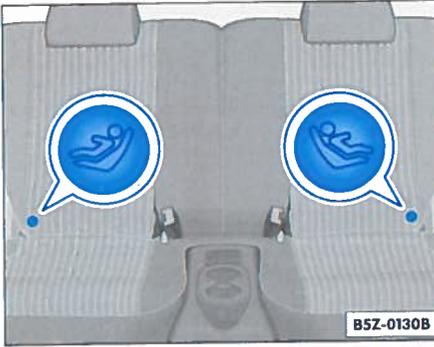

Abb. 23 Markierungen zur Lage der Halteösen für ISOFIX-Kindersitze an der Rücksitzbank
Geeignet für Babys und Kleinkinder mit einem Gewicht zwischen 9 - 18 kg sind am besten Kindersitze mit „ISOFIX“-System ⇒ Seite 40, Abb. 23 oder Kindersitze, bei denen das Kind mit dem Rücken zur Fahrtrichtung sitzt.
– Die zur Befestigung des Kindersitzes verwendeten Verankerungsbügel Typ „ISOFIX“ können mit Hilfe der Markierungen am Hintersitz lokalisiert werden ⇒ Abb. 23.